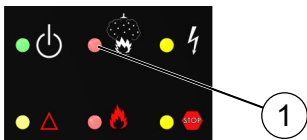

Abb. 25: LED "Löschanlage angesteuert"
- 33. ▶ Kontrollieren, ob die LED "Löschanlage angesteuert" (Abb. 25/1) nicht leuchtet.